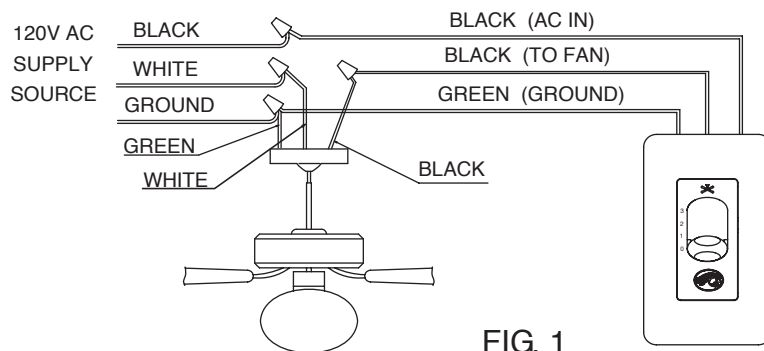

FIG. 1
3. Set the knob and light switch of the wall-mounted control in the off (0) position.
4. Make wire connections and secure with wire nuts supplied. (Fig. 1)
3. Coloca la perilla y el interruptor de luces del control de montaje en pared en la posición de apagado (0).
4. Haz las conexiones de cables y asegúralas con las tuercas para cable incluidas. (Fig. 1)